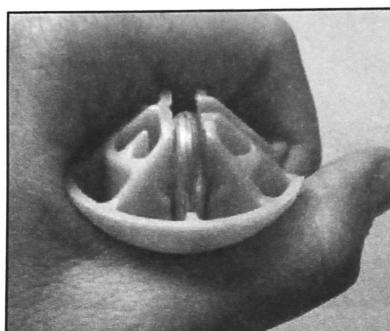

FIGURE 5
6. Maintenir la tige de suspension amortie d'une main et de l'autre, faire coulisser la butée hémisphérique de suspension vers le haut. Lorsque la tige s'emboutit complètement dans la butée hémisphérique de suspension, un déclic confirme que l'emboîtement est correct. Voir la Figure 5.